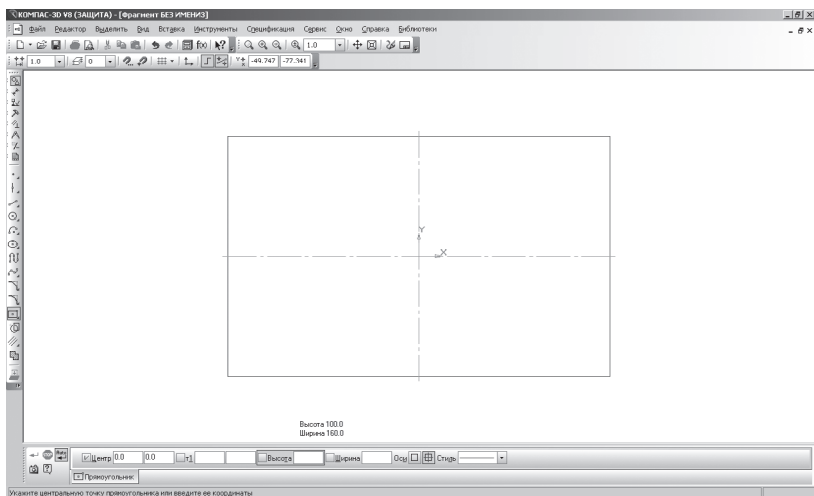

Рис. 54
- введите параметры прямоугольника в поле **высота** 100 и **ширина** 160 панели **Свойств** и нажмите **<Enter>** (рис. 54);